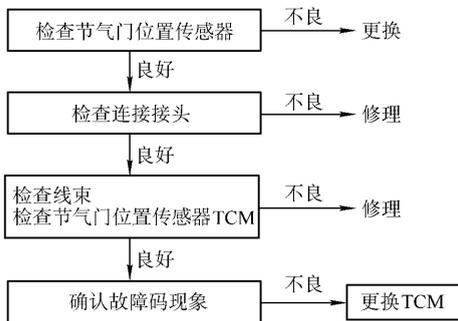
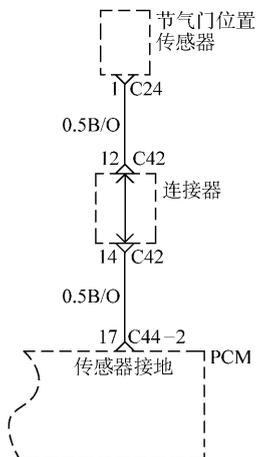

图 7-18 DTC P1702, P1703, P1704 故障诊断流程图
图 7-19 节气门位置传感器电路图
如果发动机怠速运转时，TPS 输出电压高于 4.8V，则判定电压过高并记录 DTC P1704。发动机在非怠速状态下工作时，如 TPS 输出电压低于 0.2V，则判定电压过低并记录 DTC P1703。发动机怠速时，TPS 输出电压低于 0.2V 或大于 2V，则判定 TPS 调整不良并记录 DTC P1702。产生该故障的原因可能有：①节气门位置传感器不良；②连接不良；③TCM 不良。DTC P1704、P1703、P1702——节气门位置传感器故障诊断检查流程如图 7-18 所示。节气门位置传感器电路如图 7-19 所示。